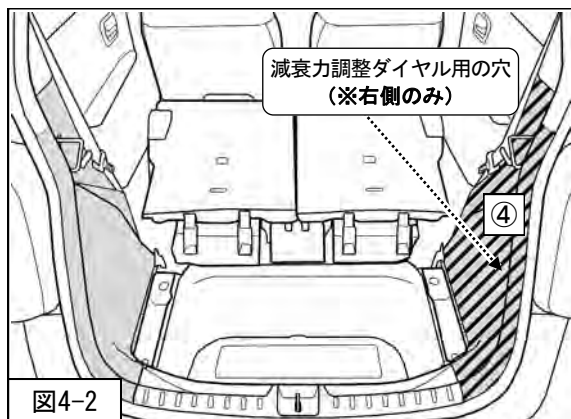

図4-2
④リアサイドライニングを仮付けしてください。(図4-2)
減衰力調整ダイヤル用の穴を開けてください。(図4-2)
を一度取外してください。(図4-2)
リアの減衰力調整は、右側はリアサイドライニング（図4-2）に減衰力調整ダイヤル用の穴を開け、減衰力調整ダイヤル（同梱品）